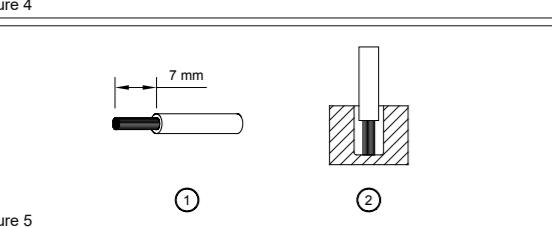

Figure 5
Sie können flexible (feindrahige Leitung) oder feste Kabel mit einem Querschnitt von 0,52-3,3mm2 (AWG 20-12) und einem Anzugsmoment von 4,67kgf.cm (4,05lb.in) verwenden. Um sichere und stoßfeste Anschlüsse gewährleisten zu können, sollte die Absolierlänge 7mm betragen (siehe Abb. 5 (1)). Bitte sorgen Sie dafür, dass die Kabel vollständig in die Anschlussklemmen eingeführt werden, siehe Abb. 5 (2).
You can use flexible (stranded wire) or solid cables with cross section 0.52-3.3mm2 (AWG 20-12) and torque of 4.67kgf.cm (4.05lb.in). To secure reliable and shock proof connections, the stripping length should be 7 mm (see Fig. 5 (1)). Please ensure that wires are fully inserted into the connecting terminals as shown in Fig. 5 (2).